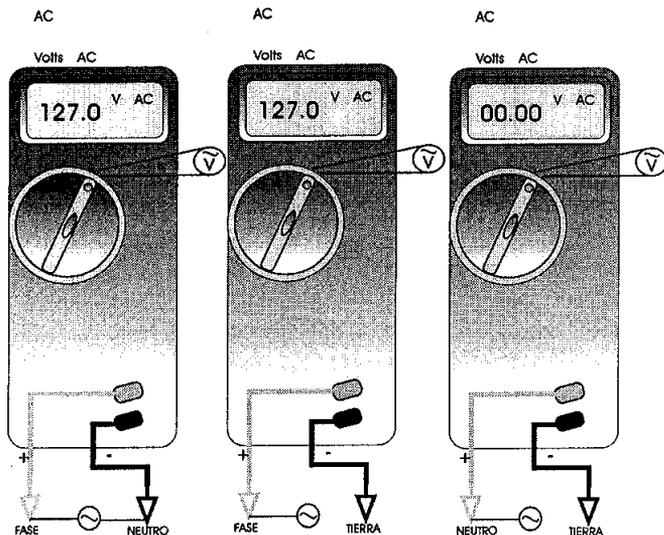

FIG. 9
1. Identifique la fase (F), el neutro (N) y la tierra (T) de la acometida comercial con ayuda del multímetro en función de voltaje alterno y escala mayor a 200 volts:
- b) Tome la otra punta del multímetro del lado metálico con los dedos de la mano y verifique si el voltaje medido cae entre 80 y 150 voltios de corriente alterna. En este caso, el cable se identificará como la fase (F)
- c) Identifique el cable neutro (N), conectando este cable a la tierra física para bajar el voltaje de preferencia a 0 voltios. Esta medida atiende a la existencia de neutros muy contaminados debido a conexiones no adecuadas
- d) Tome la tierra (T) de la tierra física acondicionada durante la instalación del equipo Ruralsat, debido a que generalmente no se entrega tierra física para conexión en la acometida comercial para las localidades rurales
- c) Entre neutro y tierra física debe reportarse voltaje nominal de 0 VCA. Sí el neutro presenta algún voltaje, conecte el neutro a tierra física para alcanzar este voltaje nominal. Ver Fig. 9